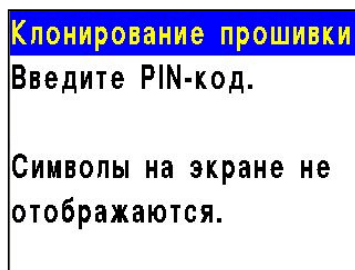

Рисунок 24 - Ввод PIN-кода для запуска клонирования программного обеспечения ППК
- 2.3.5. Прибор для подтверждения запрашивает pin-код. Необходимо ввести с клавиатуры код “8266” (рисунок 24)